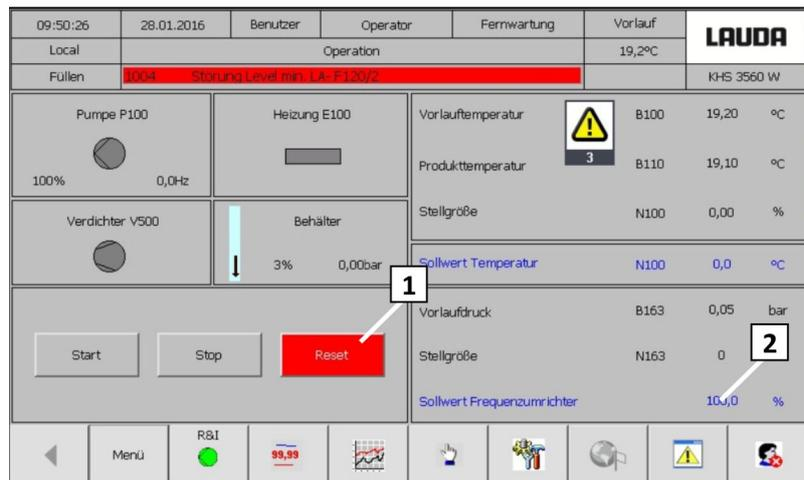

Fig. 72: Pantalla Funcionamiento
**12.** Confirmar las averías devengadas con la [tecla de reinicio] (Fig. 72 [1])